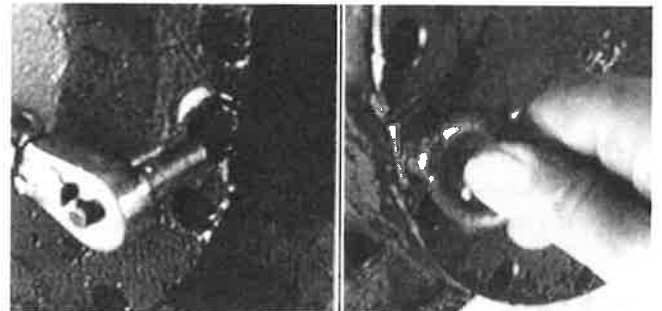

Fig. 8-6
8. Verwijder de twee bouten uit de gehoode zones en breng de M10-1,5 x 30 mm hijsogen aan in deze boringen. Zie fig. 8-6.